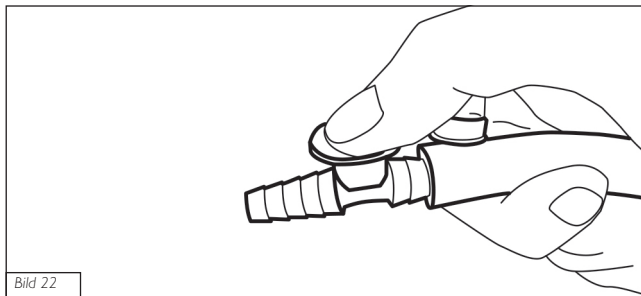

Bild 22
3. Via sekundärluftregleringen vid fingertoppen kan du dessutom finjustera vakumet (bild 22).
2. Kontrollera uppsugningen och önskat vakum med sekundärluftöppningen på fingertoppen (bild 22).